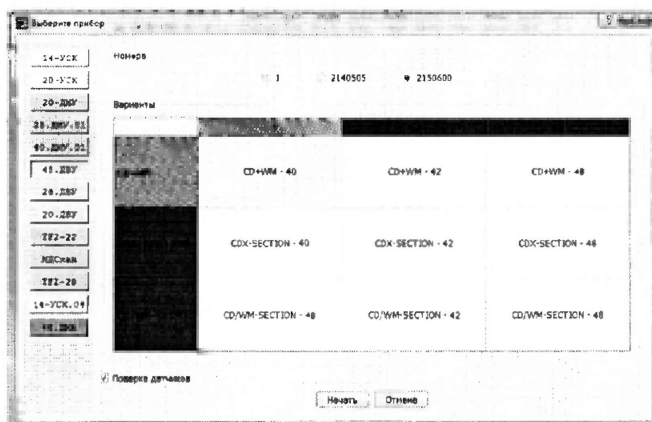

Рисунок 29 – Окно выбора дефектоскопа
8.4.4.10 В окне «Выберите прибор» выберите исполнение, типоразмер и заводской номер дефектоскопа и нажмите кнопку «Начать» (Рисунок 29).